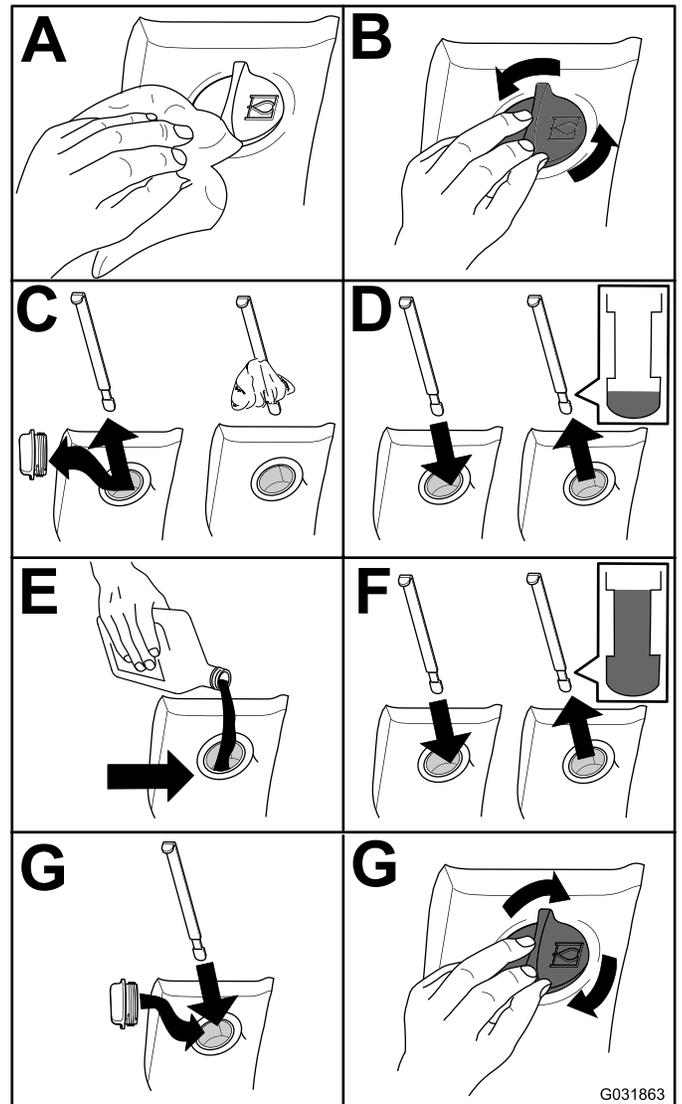

Figura 82
2. Verifique o nível de fluido hidráulico (Figura 82).